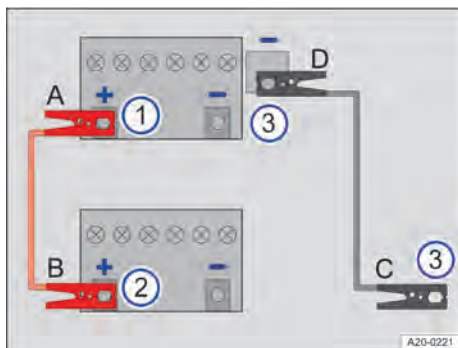

Fig. 187 Schéma de branchement des câbles de démarrage
Respectez l'ordre de branchement des câbles de démarrage A – B – C – D → fig. 187.
2. Si disponible, ouvrez le cache de la borne positive (+) de la prise de démarrage de fortune → fig. 187 ①, → ⚠.
4. Raccordez l'autre extrémité du câble de démarrage rouge à la borne positive (+) de la batterie du véhicule fournissant le courant → fig. 187 ②.
5. Raccordez l'extrémité du câble de démarrage noir de préférence à un raccord à la masse (-) de la prise de démarrage de fortune du véhicule dont la batterie 12 V fournit le courant → fig. 187 ③.
Ou : À défaut d'un raccord à la masse (-) de la prise de démarrage de fortune, raccordez l'extrémité du câble de démarrage noir du véhicule dont la batterie 12 V fournit le courant à une pièce métallique massive, fermement vissée sur le bloc-moteur ou sur le bloc-moteur → fig. 187 ③.
6. Raccordez l'autre extrémité du câble de démarrage noir au raccord à la masse (-) de la prise de démarrage de fortune du véhicule dont la batterie 12 V est déchargée → fig. 187, → ⚠.
Ou : À défaut d'un raccord à la masse (-) de la prise de démarrage de fortune, raccordez l'extrémité du câble de démarrage noir du véhicule dont la batterie 12 V est déchargée à une pièce métallique massive, fermement vissée sur le bloc-moteur ou sur le bloc-moteur → fig. 187 ③.
3. Les moteurs tournant, débranchez les câbles de démarrage uniquement dans l'ordre D – C – B – A → fig. 187.